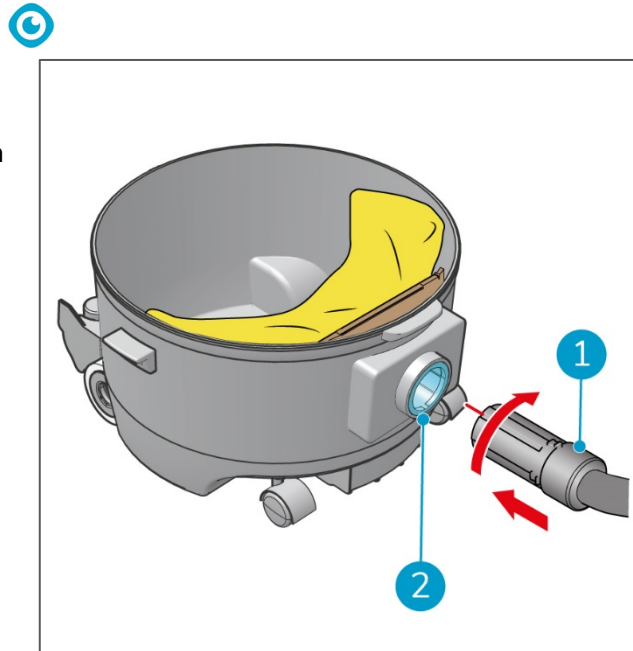

Abbildung 13
12. Stecken Sie den Schlauch (Figure 13, Pos. 1) in den Schlauchanschluss (Figure 13, Pos. 2) und drehen Sie ihn im Uhrzeigersinn, um ihn zu fixieren.